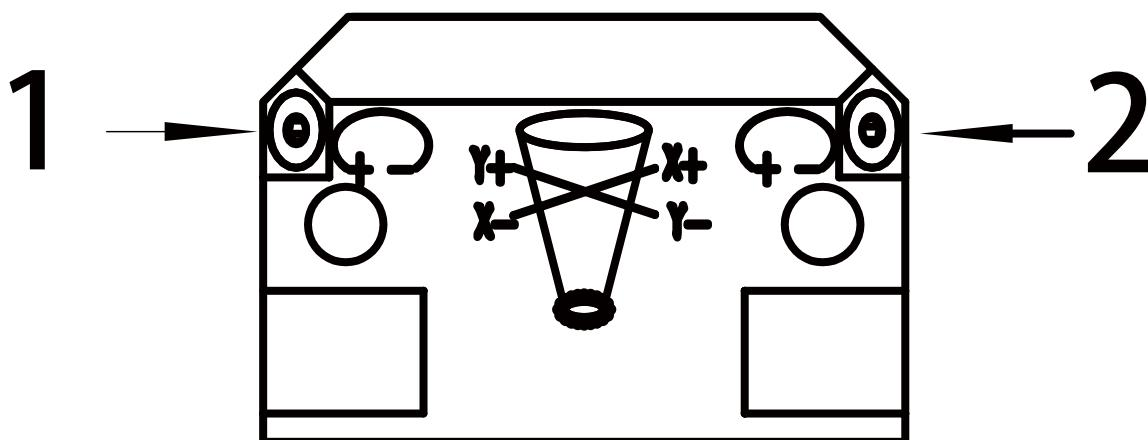

图14
1. 用内六角扳手调节图14 1、2的X/Y水平调节螺丝，使光束从喷嘴中心经过；